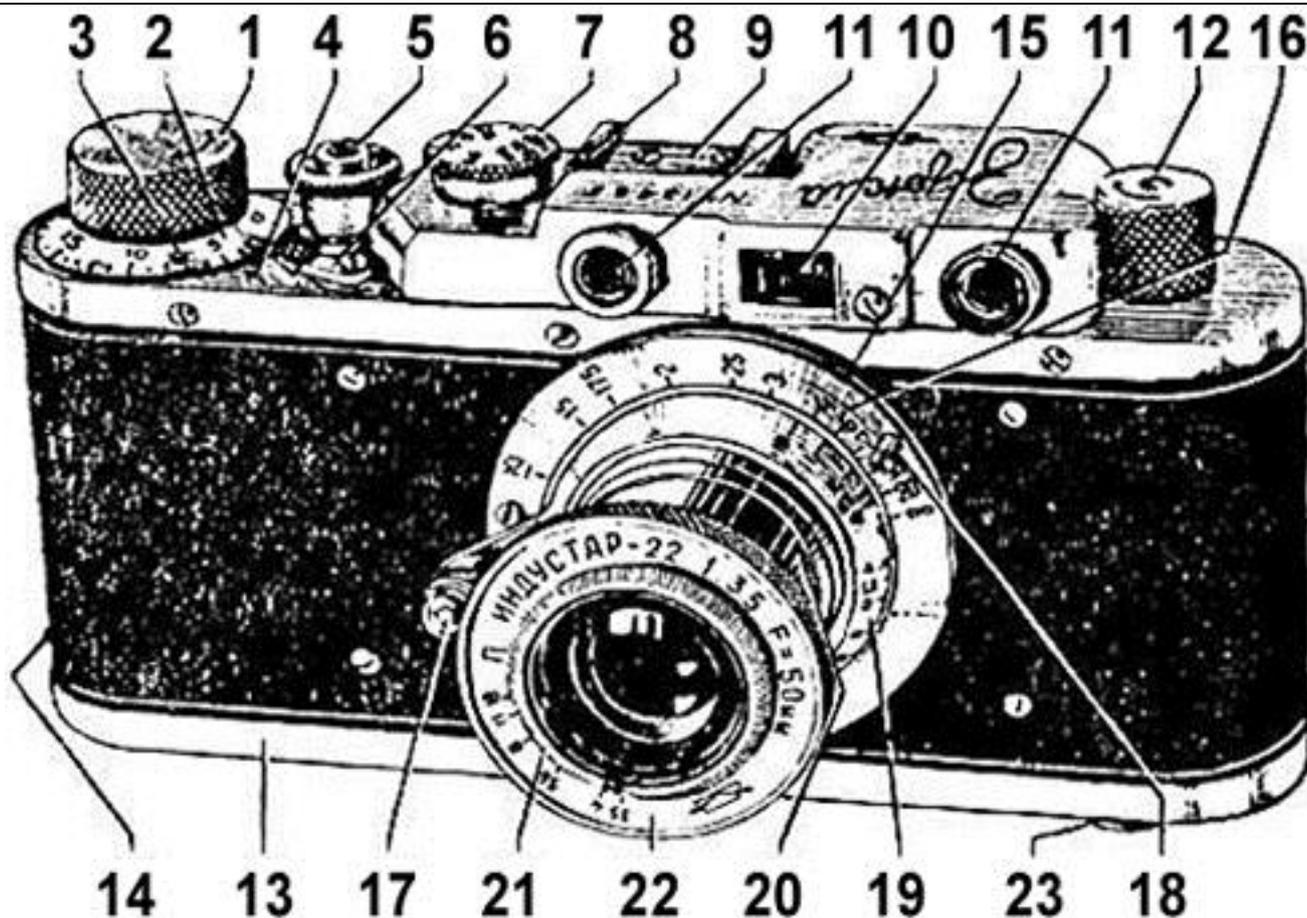
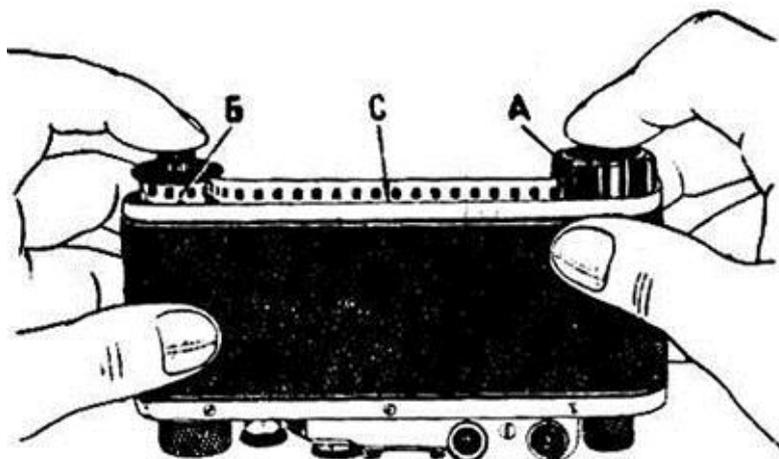

Рис. 1.
Рис. 11.
3. Устройство фотоаппарата и правила обращения с его частями при работе (рис. 1).
4. Открытую камеру поставьте объективом от себя (рис. 11). Держа кассету «А» правой рукой, а катушку «Б» левой, введите пленку в прорезь «С», равномерно опуская их в гнезда. Если кассета не доходит до места, то слегка поверните головку обратной перемотки (рис. 1).
5. Наденьте нижнюю крышку 13 (рис. 1), плотно прижмите ее и поверните дужку замка 23 по часовой стрелке на пол-оборота. Стрелка замка будет указывать на обозначение «ЗАКР.». Проверьте, замкнута ли крышка, и утопите дужку замка в углублении крышки.
6. Два раза заведите механизм, нажимая спусковую кнопку 5 после каждого завода, наблюдая при этом, правильно ли тянет механизм пленку и вращается ли головка обратной перемотки пленки 12 (рис. 1).
7. Установите «0» шкалы счетчика 2 против указателя 4 (рис. 1).
В этом случае пленка будет вытягиваться с большим трудом. Прочность пленки может оказаться недостаточной, и она будет рваться зубьями барабана в месте перфорации. Передвижение пленки прекратится, так как зубья барабана будут вращаться в сорванных местах перфорации. Эту ошибку легко обнаружить по отсутствию вращения головки обратной перемотки пленки 12 (рис. 1) и шороха, связанного с движением пленки.
г) Перед зарядкой аппарата, т.е. до опускания приемной катушки и кассеты в гнезда аппарата и введения пленки в прорезь «С», выключатель механизма б (рис. 1) после перемотки пленки остался в положении, повернутом по стрелке до буквы «В». В этом случае не будет сцепления валика приемной катушки с зубчатым барабаном и при поворачивании головки заводного механизма 1 (рис. 1) пленка из кассеты будет вытягиваться без участия зубчатого барабана. Так как пленка протягивается через щель «С» с некоторым натягом, конец пленки, укрепленный под пружину приемной катушки, в некоторых случаях может быть вырван.
1. Нажмите на спусковую кнопку 5 (рис. 1). (Объектив должен быть закрыт крышкой).
3. Вытяните головку обратной перемотки пленки 12 (рис. 1 и 17) и вращайте ее по направлению стрелки. Конец перемотки обнаружьте по усилию, которое потребуется приложить для вырывания пленки из катушки, а также по тому, что спусковая кнопка 5 перестанет вращаться.
6. Выключатель механизма 6 поверните от буквы «В» в исходное положение и слегка поверните головку заводного механизма 1 (рис. 1), после чего аппарат можно вновь зарядить.
В этом случае нажмите кнопку поводка 17 (рис. 1).
В этом положении объектив будет наведен на резкость, а на шкале расстояний 16 против лунки лимба 19 окажется цифра, соответствующая расстоянию от пленки до снимаемого предмета (рис. 1).